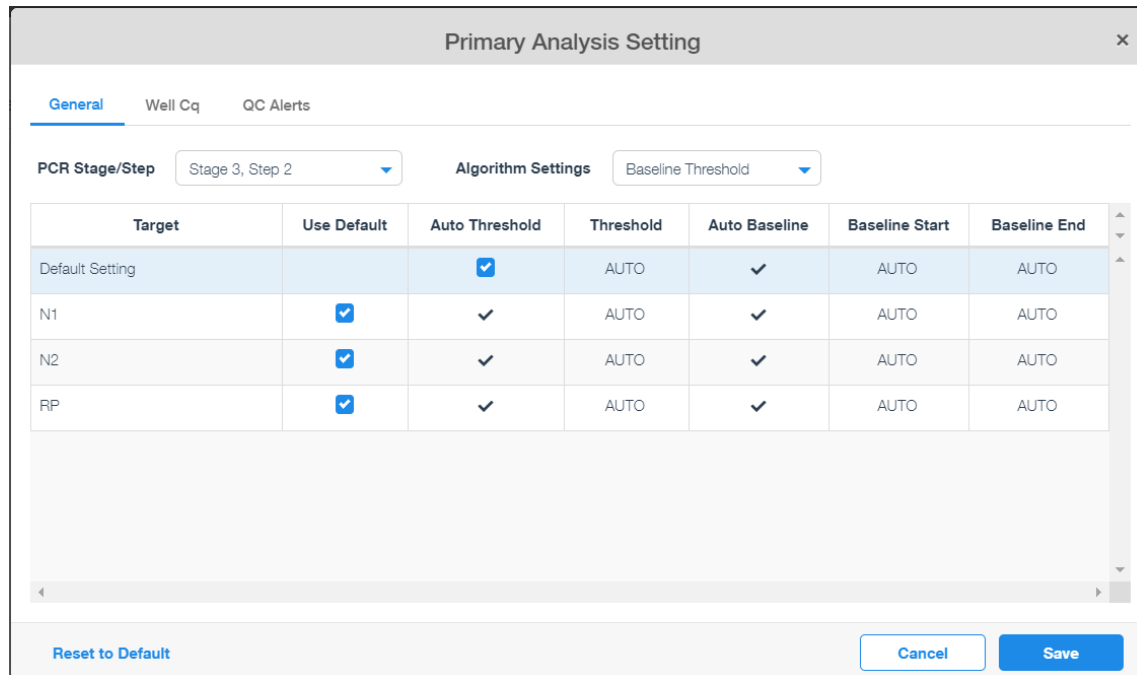

Figura 27 Configurações padrão na caixa de diálogo Primary Analysis Setting do Design & Analysis
A caixa de diálogo Primary Analysis Setting se abre. As configurações padrão nesta caixa de diálogo são mostradas na **Figura 27**.
- 4 Certifique-se de que as configurações correspondem às mostradas na **Figura 27**. Se necessário, clique em **Reset to Default**.